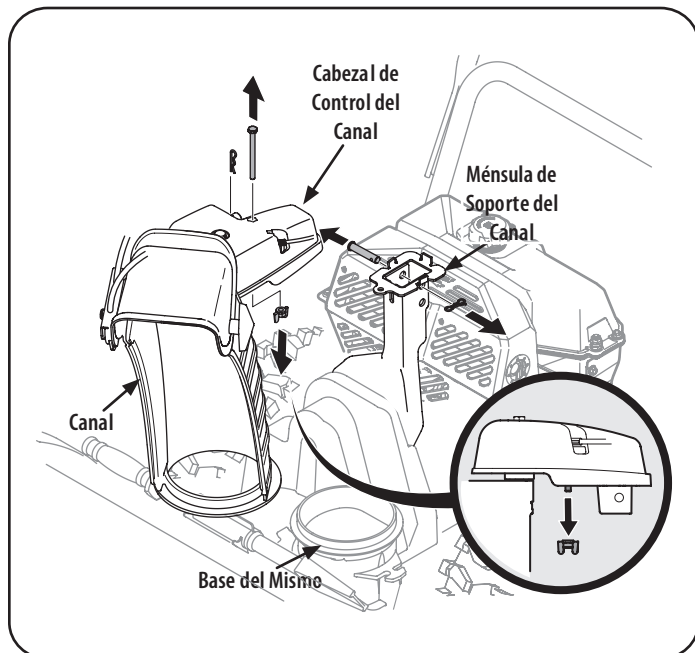

Figura 4
2. Retire el pasador de chaveta, la tuerca de mariposa y el tornillo hexagonal del cabezal de control del canal, y el pasador de horquilla y el pasador de chaveta con unión curva de la ménsula de soporte del canal. Vea la Figura 4.